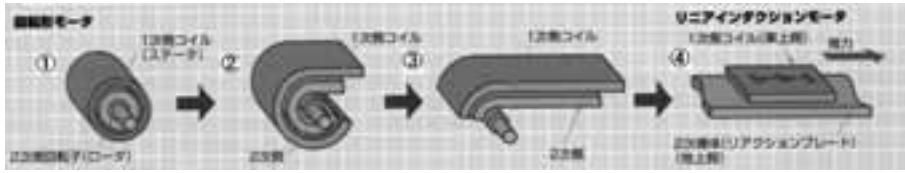

図2-1：リニアインダクションモータの原理
これを原理的に示したものが図2-1であり、①回転型モータは、誘導電動機で、1次側コイルには電源のVVVFインバータから速度に応じた周波数と電圧が加えられ、その磁界の動きに応じて2次回転子（ロータ）が動くものです。従来の電動機では磁界が電動機の周囲を回転する結果になるので、回転子も回転し、電動機と直結した車輪が回転して車両の速度が制御されるものです。